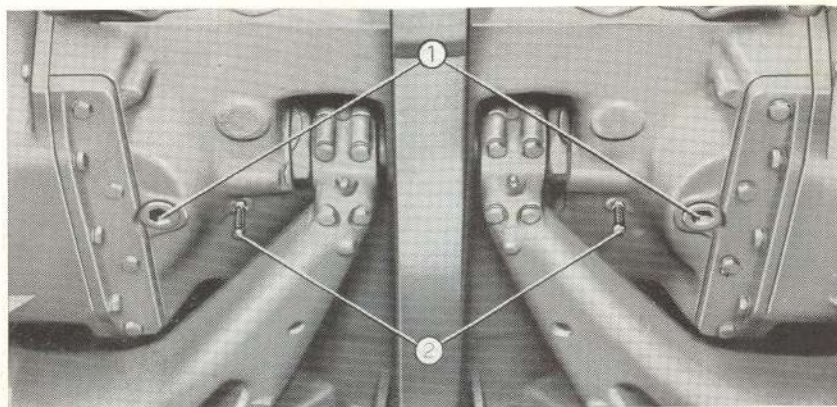

Fig. 72. - Bouchons de vidange des carters des embrayages de direction et vis de centrage des rubans de freinage.
**Toutes les 80 heures de travail:** ôter la graisse qui pourrait s'être accumulée sur le fond des carters des embrayages de direction, à travers les couvercles situés sur la paroi arrière du châssis-berceau. Les résidus d'huile peuvent être vidangés en dévissant les bouchons montrés fig. 72.
- Visser la vis de centrage du ruban de freinage (2, fig. 72), de manière à porter la garniture du ruban en contact avec le tambour correspondant; dévisser ensuite cette vis d'un tour et demi et bloquer le contre-écrou.